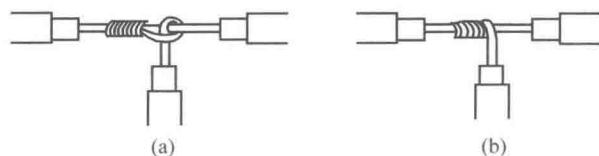

图 1-16 单股铜线的 T 字形连接
(1) 如果导线直径较小,可按图 1-16(a)所示方法绕制成结状,然后再把支路芯线线头拉紧扳直,紧密地缠绕 6~8 圈后,剪去多余芯线,并钳平毛刺。
(2) 如果导线直径较大,先将支路芯线的线头与干线芯线做十字相交,使支路芯线根部留出 3~5mm,然后缠绕支路芯线,缠绕 6~8 圈后,用钢丝钳切去余下的芯线,并钳平芯线末端,如图 1-16(b)所示。